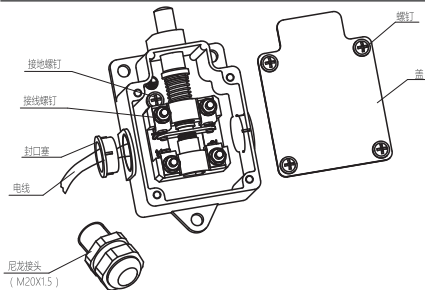
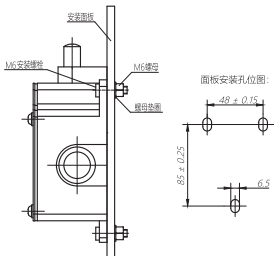
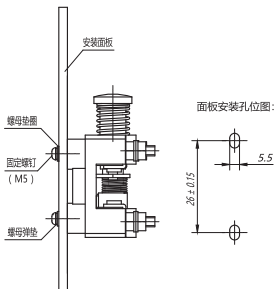

图3 布线示意图
图4 YBLX-3/11H安装示意图
图5 YBLX-3/11K安装示意图
7.2.1 安装：安装：松开盖螺钉→按图3布线→按图4、图5安装→拧紧盖螺钉；YBLX-3/11H产品安装螺栓M6拧紧力矩（2.3~2.8）N·m，YBLX-3/11K产品安装螺钉M5拧紧力矩（0.8~1.2）N·m。